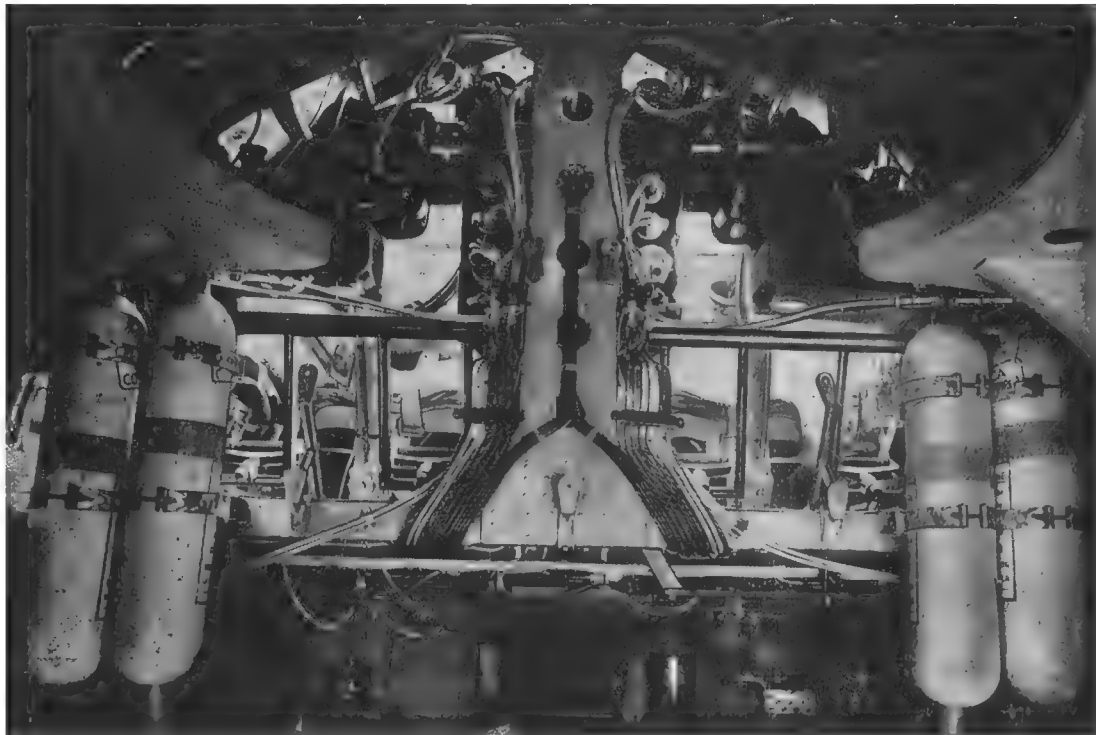

Fig. 86
E' del tipo SILMA CO2. L'anidride carbonica che costituisce il liquido ignifugo è contenuto in quattro bombole (6) da 4 litri ciascuna, sistemate avanti la cabina piloti, due sulla fiancata destra e due sulla fiancata sinistra (fig. 86).